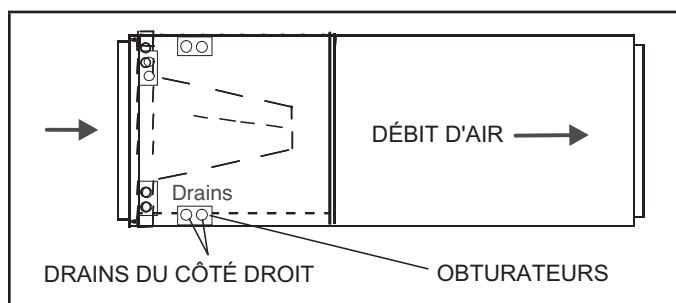

FIGURE 8. Configuration pour refoulement du côté droit
- 4 - La configuration horizontale est illustrée à la figure 8.